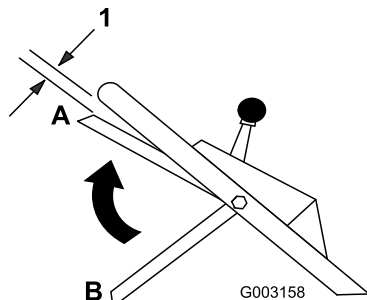

Figura 16
9. Levante la barra de control hasta 2,5 cm (1 pulg.) aproximadamente del manillar; consulte la posición A en Figura 16.